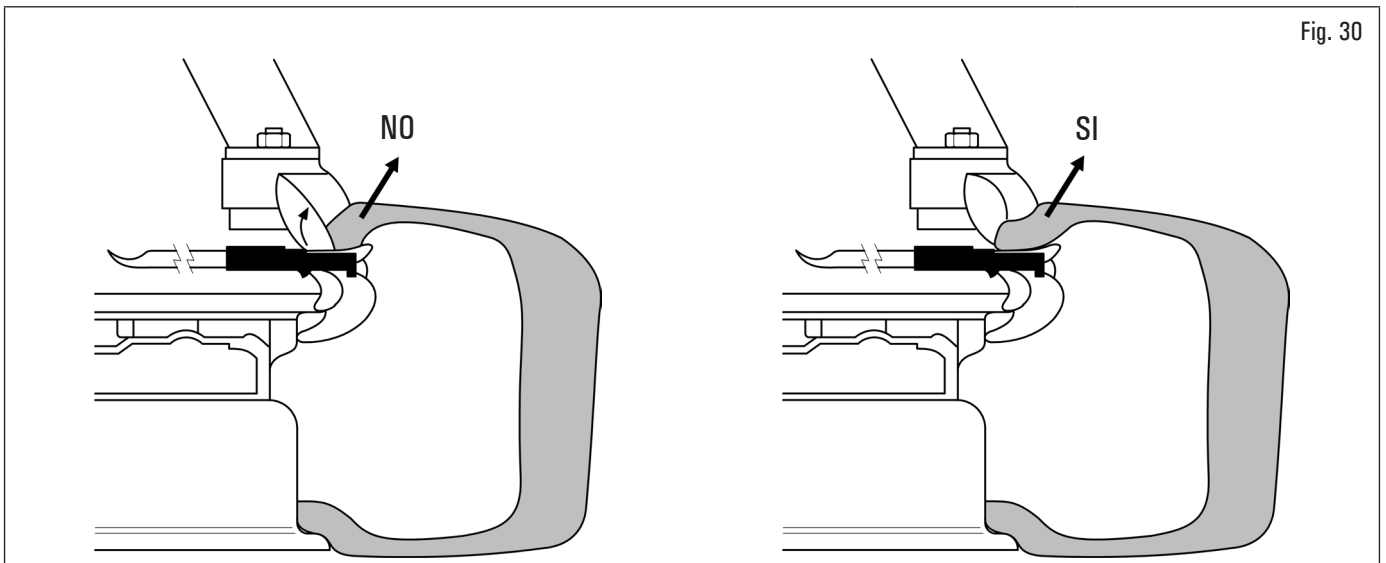

Fig. 30
10. al desmontar los neumáticos duros el talón puede colocarse en la cabeza útil, con el reborde doblado. Esto provoca que el talón se salga de la palanca cuando inicia la rotación hacia la derecha. Para evitar este problema hay que girar ligeramente la rueda hacia la izquierda hasta que el reborde no se desdoble. A continuación se puede empezar el desmontaje hacia la derecha (véase Fig. 30).